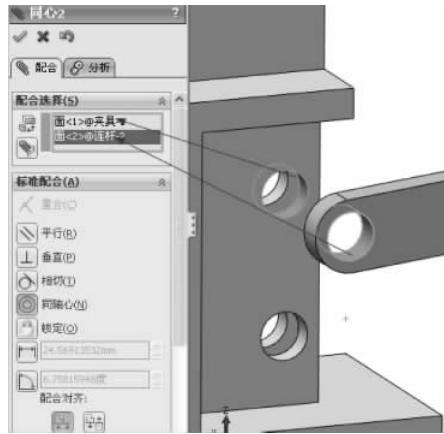

图 3-107 同轴心配合
(2) 单击【装配体】工具栏中的【配合】按钮 ，弹出【配合】的属性设置。在【标准配合】选项组下选择【同轴心】配合类型 ，单击【配合选择】选项组下的选择框，然后在图形区域中选择夹具上的一个螺纹孔和连杆上的一个螺纹孔，其他保持默认，如图 3-107 所示，单击